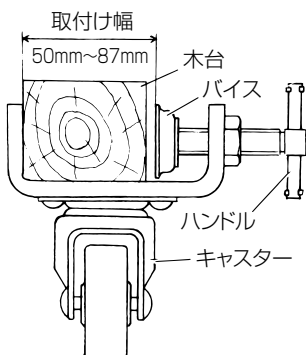

図 2
- (1) 機体を傾け、下に木材などをはさみ、安定した状態にしてください。
- (2) キャスターのバイスで木台をはさみ、ハンドルを回し、確実に固定してください。(図2参照)
- (3) ストッパー付のキャスター (A) 組を機械の操作位置側に2個取付けてください。ストッパーの操作もやりやすくなり、安定した作業ができます。
- (4) バイス部のハンドルは木台の内側になるよう取付けてください。作業の邪魔になりません。